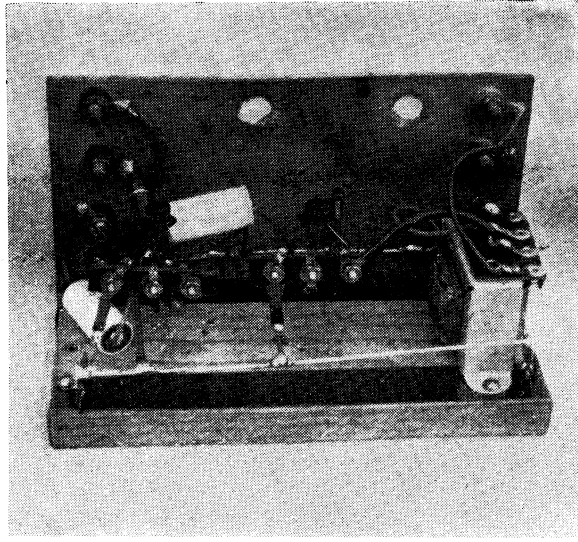

FIG. 10. — L'ampli BF.
l'avons fait (fig. 10). Il ne reste plus qu'à « modifier » le couvercle de la boîte (fig. 7 et 8). Le dessus (M) du couvercle (L) est entièrement enlevé, suivant la ligne en pointillé N/O. Nous avons fait cette opération à la meule. A la place de cette partie enlevée on colle à la colle cellulosique un disque en plexiglas de 67 mm de diamètre (fig. 8).